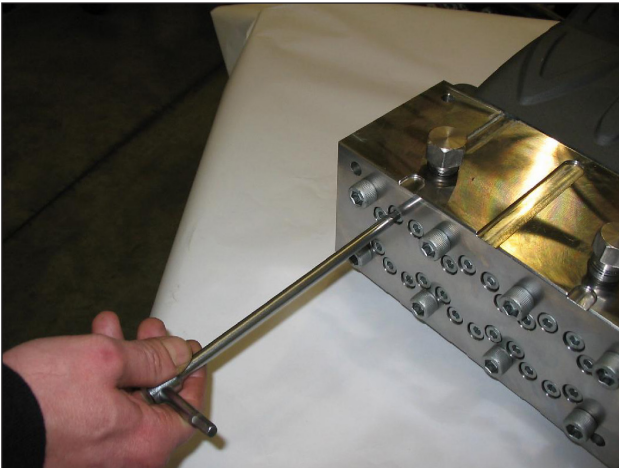

Fig. 34
- Desserrer sans les enlever les vis M8x100 de fixation de la chemise sur la tête, comme le montre la Fig. 34, de sorte à les dégager.